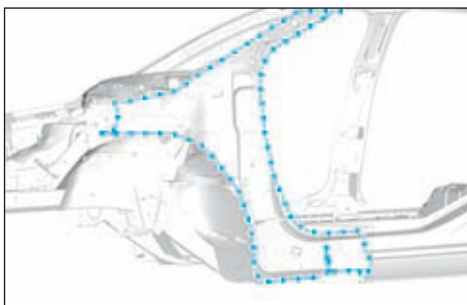

FIG.66
- Préparer les bords d'accostage sur la caisse et les protéger par un apprêt soudable indice «C7» (Fig.66).